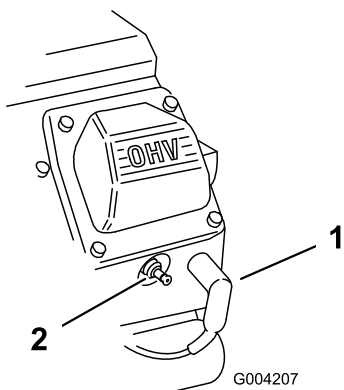

Figura 164
- Tragei cablurile bujiilor (Figura 164).